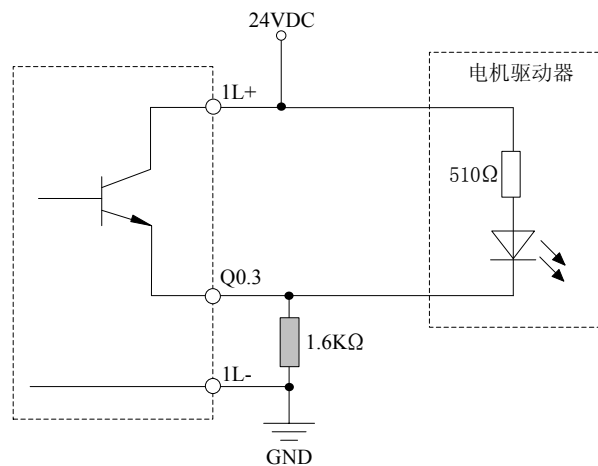
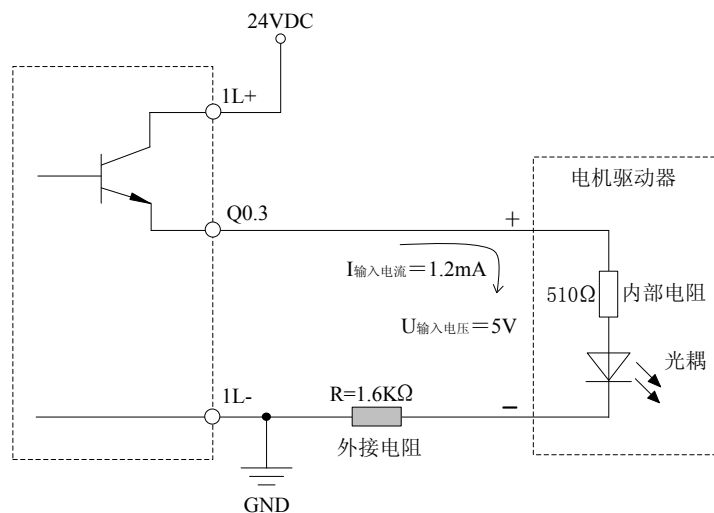

图2.4.2 LM3106高速输出与电机接线示例I(Q1.1接法相同)
图2.4.3 LM3106高速输出与电机接线示例2(Q1.1接法相同)
- 图2.4.2、图2.4.3是高速输出端子与电机驱动器的两种接线示意图，其中外接 $1.6\text{K}\Omega$ 电阻适用于输入电压为5V、输入电流为12mA的电机驱动器。图2.4.2的接线方式抗干扰能力强，推荐选用此接线方式。图2.4.3的接线方式，适用于对精度要求不高的场合。
入电阻  $R = \frac{24 - 5}{12} = 1.6\text{K}$ ，如图2.4.3所示。